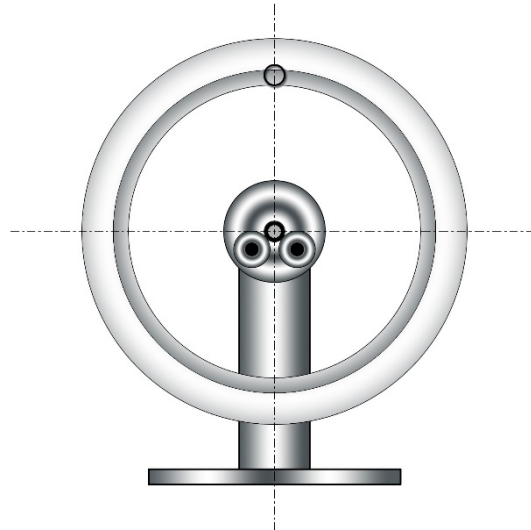

Abbildung 1 Ruhelage Felge ohne Reifen
3. Wenn die Felge zur Ruhe gekommen ist, dann befindet sich die leichteste Stelle oben. (Abbildung 1 Ruhelage Felge ohne Reifen).
4. Für die weitere Arbeit ist es sinnvoll den leichtesten Punkt zu markieren. (Punkt auf Abbildung 1 oben). Hierfür können Sie Ölkreide oder ein Stück Klebeband verwenden.